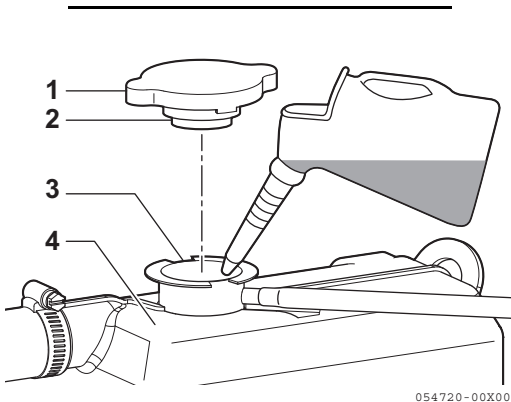

Figura 11
4. Versare il liquido refrigerante lentamente nel serbatoio / scambiatore di calore (**Figura 11, (4)**) per evitare bolle d'aria. Versare finché il liquido non fuoriesce dal bocchettone di rifornimento.
5. Allineare le alette del tappo (**Figura 11, (1)**) agli intagli dello sportellino del serbatoio (**Figura 11, (3)**), quindi stringere il tappo (**Figura 11, (2)**) .